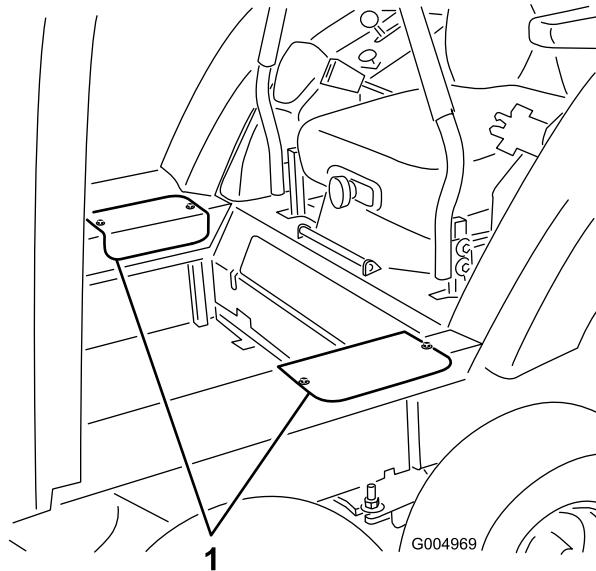

Bild 40
1. Nehmen Sie die zwei Schrauben ab, mit der jede seitliche Abdeckplatte befestigt ist, und nehmen sie diese ab (Bild 40).